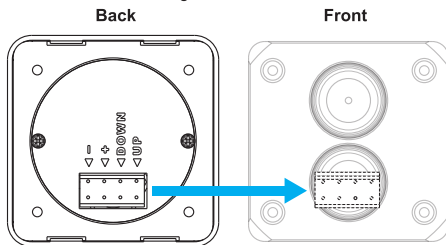

Fig.3
- Pour un positionnement correct, **assurez-vous que le connecteur du bornier se trouve sur le côté inférieur derrière le panneau tactile du Lofrans** (voir Fig.3)